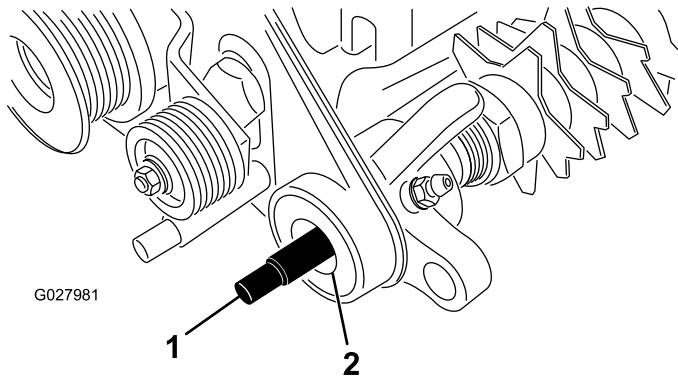

Figura 8
15. Applicate del grasso alle guarnizioni del supporto del cuscinetto nel gruppo di rotazione e all'estremità dell'albero grooming (Figura 8).
16. Fate scorrere l'estremità con fusello dell'albero grooming all'interno del supporto cuscinetto del gruppo di rotazione (Figura 8).